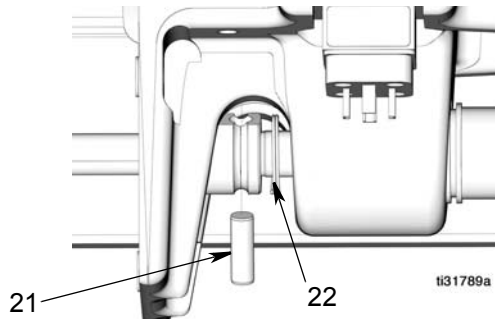

FIG. 33
3. Introduire la goupille (21) dans le trou d'alignement. Pousser le ressort (22) par-dessus la goupille (FIG. 33).